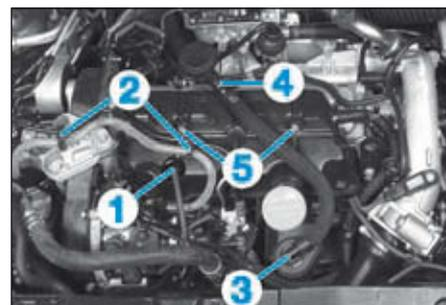

FIG.34
- Débrancher le connecteur (1) du capteur de pression de rampe d'injection (Fig.34).
- Dégrafer les tuyaux de carburant (2).
- Débrancher le tuyau du décanteur d'huile (3).
- Dégrafer le tuyau du décanteur d'huile (4) du cache de protection moteur.
- les vis (5) du cache de protection moteur,